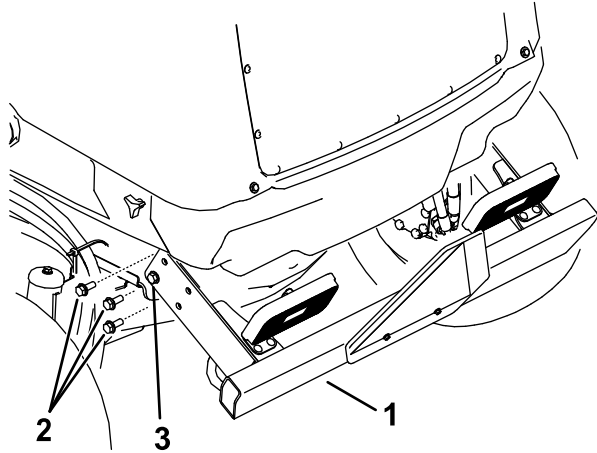

図 100
2. 後バンパーの左右それぞれの側から 図 100 のように、フランジナット 3 個を取り外す。
6. 後バンパーを元の位置に戻し、フランジねじで固定する。後バンパーをフレームに固定しているフランジねじ全部を締め付ける 図 100。